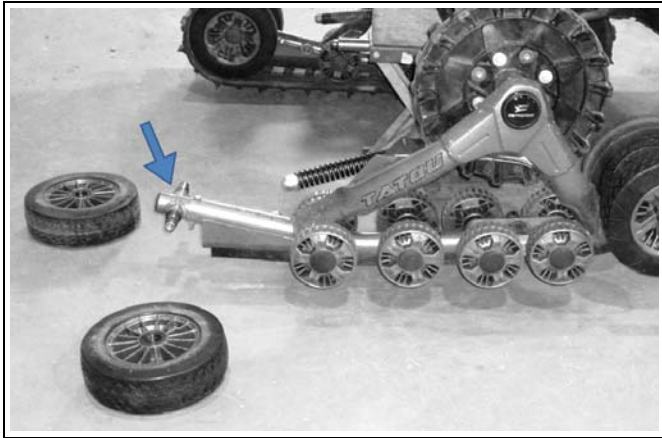

Abbildung 25
- Nehmen Sie die beiden 255-mm Laufräder, die am gegenüberliegenden Ende vom Kettenspanner angebracht sind, ab (siehe Abbildung 25).